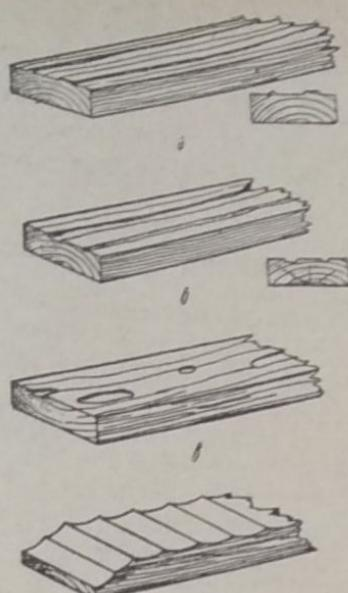

Рис. 2
IV. Полосы выпуклостей на материале (рис. 2, а).
V. Борозды на лицевой стороне (рис. 2, б).